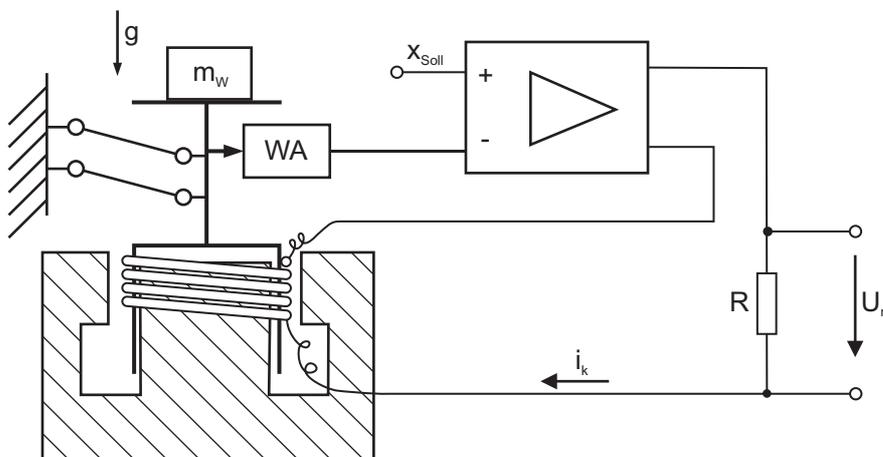

Abbildung 1.1: Prinzip der elektrodynamischen Kraftkompensation
Der elektrische Leiter wird, wie in Abbildung 1.1 dargestellt, in Form einer Spule der Windungszahl w und des Durchmessers D auf einen parallel geführten Träger gewickelt und taucht in den Ringspalt eines Topfkernmagneten ein. Dieser weist in seinem gesamten Spaltvolumen ein homogenes, radial gerichtetes Magnetfeld der Flussdichte B auf. Der Kompensationsstrom wird der Spule geregelt über bewegliche Stromzuführungen in einer solchen Höhe zugeleitet, dass nach Auflegen des Wägegutes die vom Wegaufnehmer (WA) registrierten Auslenkungen des bewegten Systems auf Null zurückgeführt werden. In diesem Zustand wird die Gewichtskraft F_G des Wägegutes (Masse m_w) von der Lorentzkraft F_L der Tauchspule gerade kompensiert. Der Strom i_k ist dann ein Maß für die zu bestimmende Masse m_w des Wägegutes. Er wird über einen Präzisionswiderstand R in eine Spannung U_m umgeformt, welche als Messsignal weiterverarbeitet werden kann.